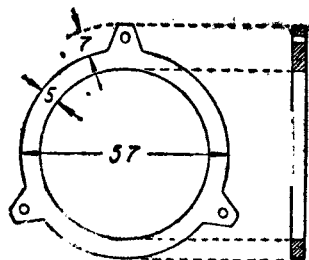

Рис. 17. Зажимная шайба
Решетка закрепляется в необходимом положении наглухо контршайбой (15). Для подводки тока контршайба имеет винт для крепления проводника (12), эбонитовое кольцо крепится наружной зажимной шайбой (рис. 17) и винтами. Шайба